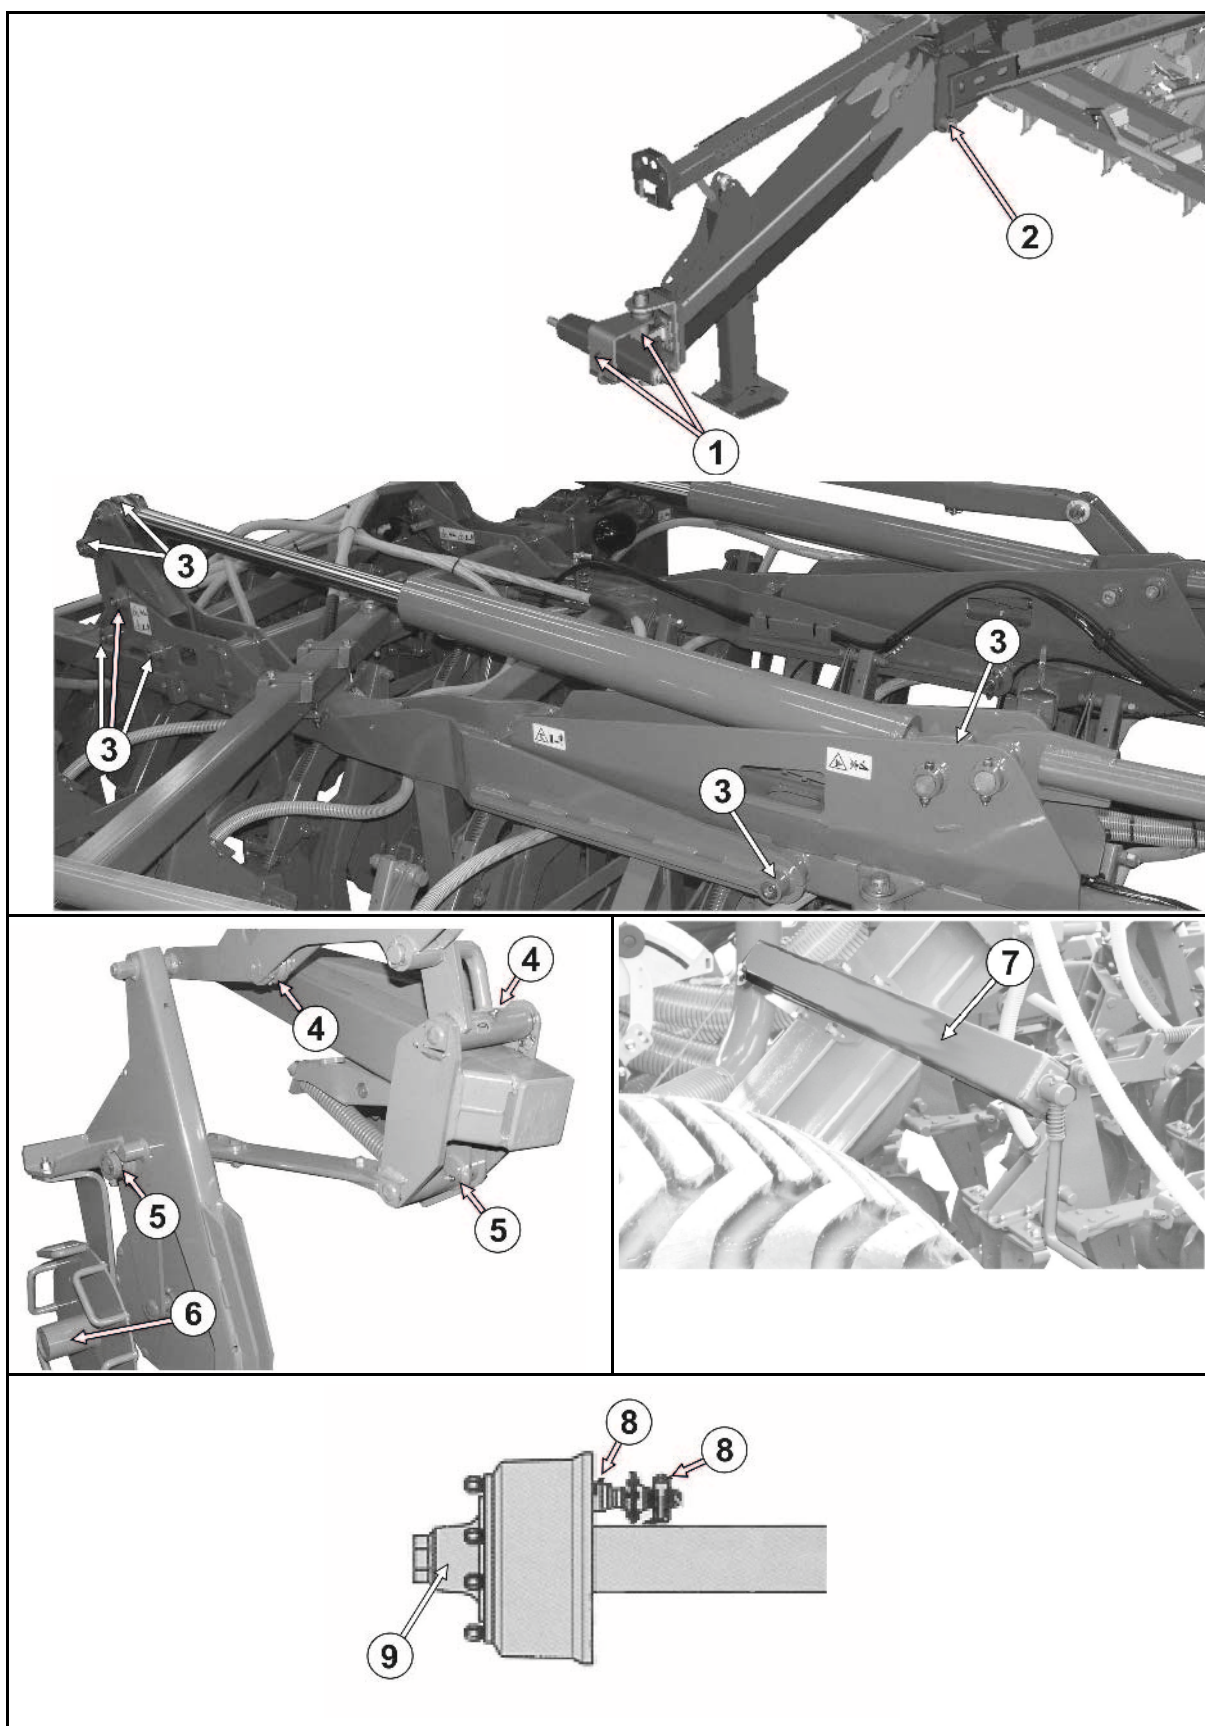

Рис. 101,
4. Открутите барашковые гайки (Рис. 101/1) и снимите с распределительной головки прозрачную пластиковую крышку (Рис. 101/2).
6. Установите пластиковую крышку (Рис. 101/2).
7. Закрепите пластиковую крышку при помощи барашковых гаек (Рис. 101/1).